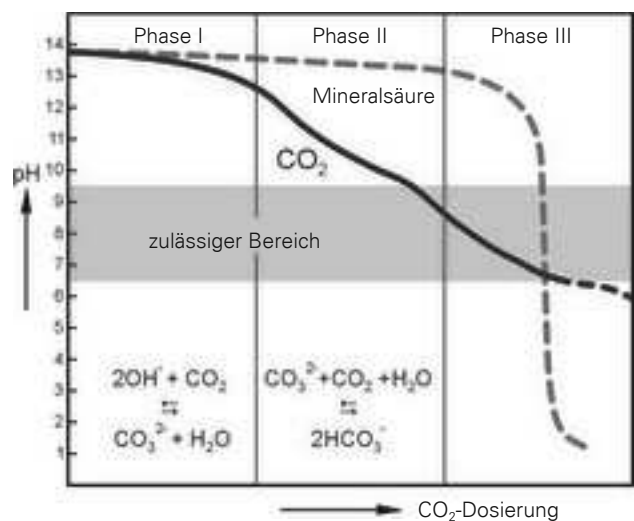

Abb. 6: Vergleich der Neutralisationskurven von CO₂ und einer Mineralsäure
- genauere pH-Wert-Steuerung bei geringeren Investitionskosten (Abb. 6).
Abbildung 6 zeigt schematisch eine Neutralisationskurve mit dem schwach sauren Kohlendioxid im Vergleich zu einer stark sauren Mineralsäure.